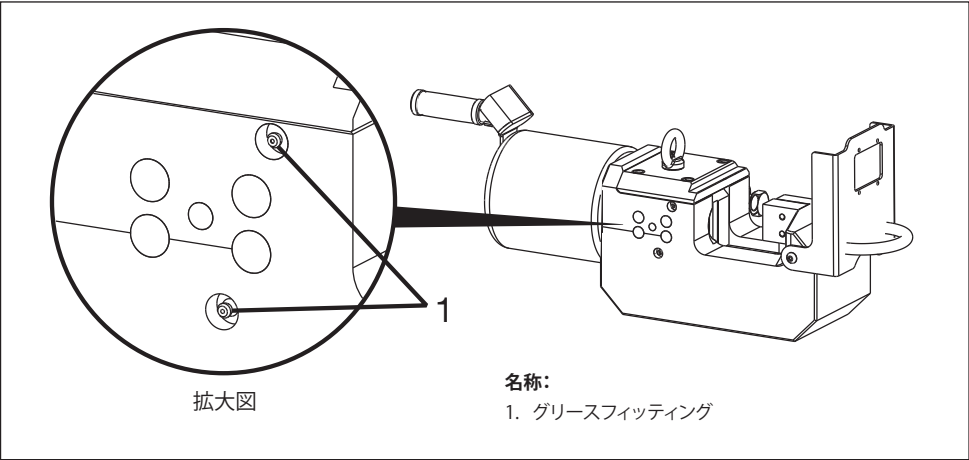

図14:潤滑
- 4. グリースガンを使用し、カッター側面のアクセスホールの内側にある2つのくぼんだグリースフィッティング(図14、項目1)にグリースを塗布します。